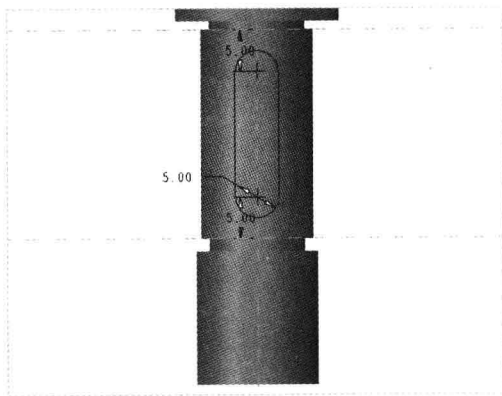

图 14-12 绘制截面 1
Step 03 在“功能区”选项板的“模型”选项卡中，单击“形状”面板中的“拉伸”按钮，弹出“拉伸”选项卡，在绘图区选择 DTM1 面作为草绘平面，进入草绘环境，单击“草绘”选项卡中的相应按钮，绘制截面，如图 14-12 所示。